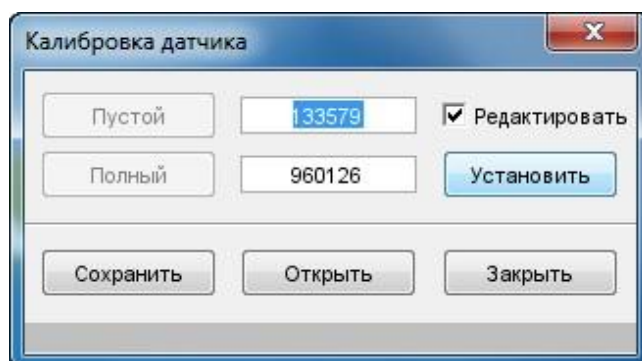

Рис. 2.19 Редактирование параметров калибровки
9. Чтобы установить параметры калибровки вручную установите галочку **Редактировать** и введите параметры в соответствующие поля (рис. 2.19)